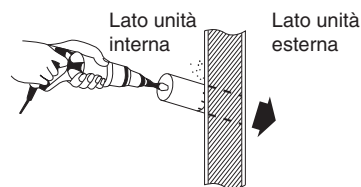

Fig. 3-4
(4) Con una fresa, una sega a tazza o un trapano con punta da taglio forare la parete nel punto stabilito. (Fig. 3-4)